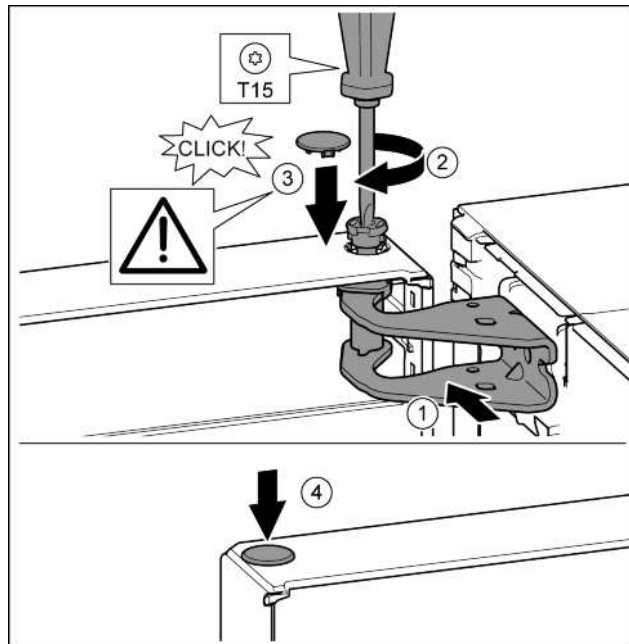

Fig. 24
- ▶ Fent igazítsa a csapágybak nyílásához az ajtót. Fig. 24 (1)
- ▶ Helyezze be a csapot, és a T15 csavarhúzóval húzza meg. Fig. 24 (2)
- ▶ Az ajtó biztosítása érdekében szerelje fel a biztonsági fedelet: Helyezze fel a biztonsági fedelet, és ellenőrizze, hogy felfekszik-e az ajtóra. Egyébként a csapszeget teljesen helyezze be. Fig. 24 (3)
- ▶ Helyezze be a dugót. Fig. 24 (4)